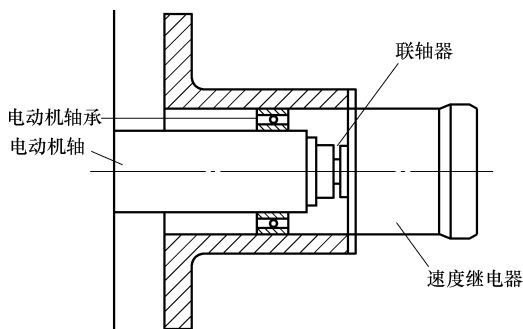

图 1-38 速度继电器的安装
1) 速度继电器的转轴应与电动机同轴连接，使两轴的中心线重合，速度继电器的轴可用联轴器与电动机连接，如图 1-38 所示。